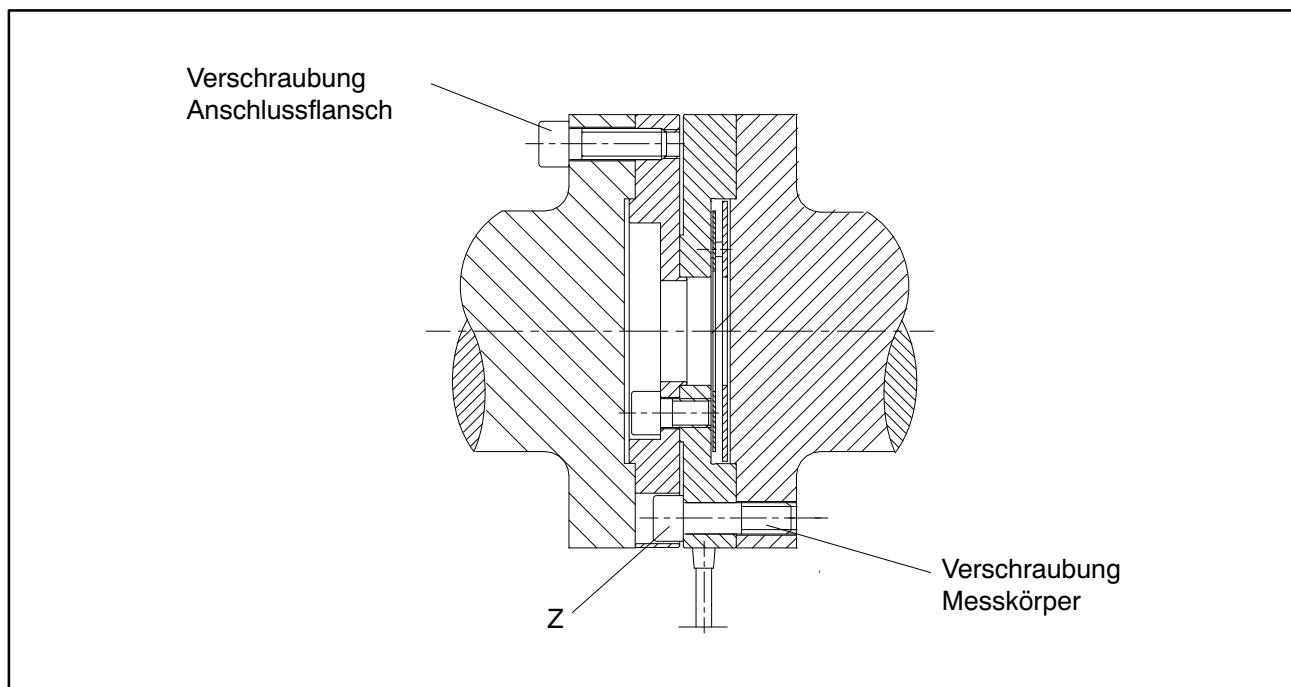

Abb. 4.10: Verschraubung des Messkörpers
Die Schraubenköpfe (Z), siehe Abb. 4.10, dürfen nicht am Anschlussflansch anliegen.